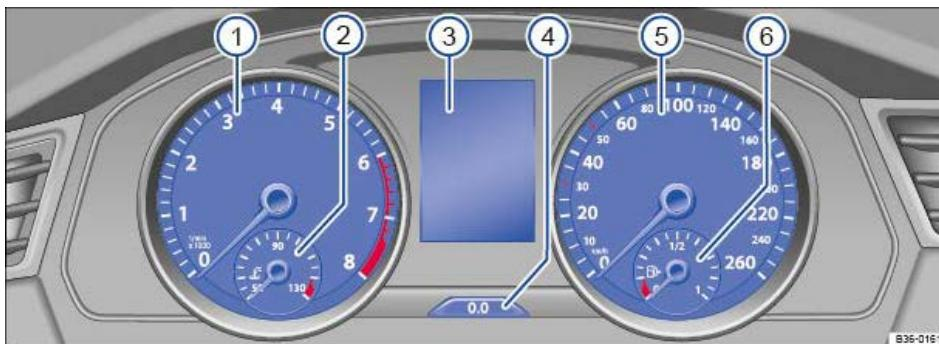

Abb. 19 Analoges Kombi-Instrument in der Instrumententafel.
Erläuterungen zu den Instrumenten ⇒ Abb. 19 :
Im Display des Kombi-Instruments ⇒ *Abb. 19* (3) bzw. ⇒ *Abb. 20* (3) können je nach Fahrzeugausstattung verschiedene Informationen angezeigt werden: